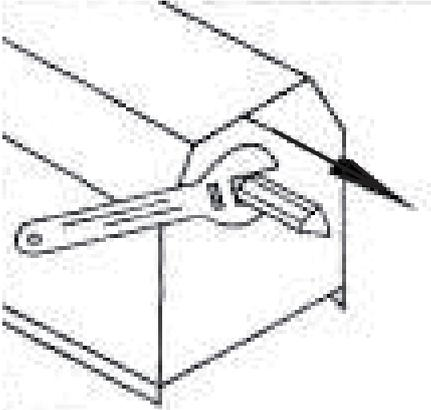

Рис. 10
2. Вставте ключ у пласкі пази приводного шпинделя, потім відкрутіть обертовий центр проти годинникової стрілки (рис. 10).